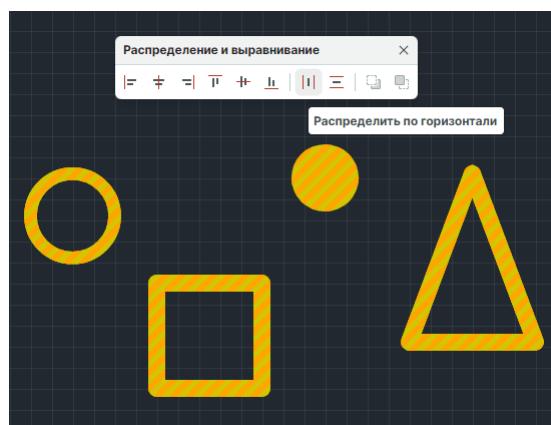

Рис. 376 Выбор инструмента
2. На панели «Распределение и выравнивание» выберите инструмент «Распределить по горизонтали», который обозначен иконкой , см. Рис. 376.